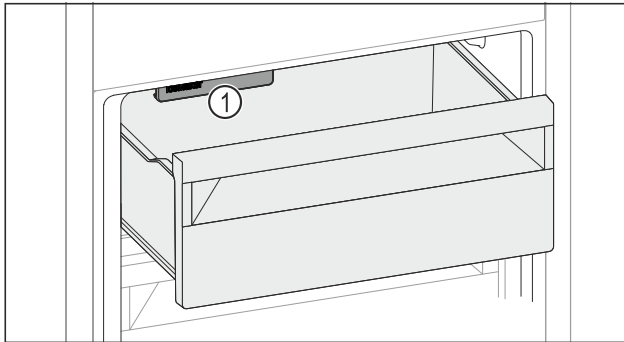

Fig. 207
- Tenere in considerazione l'IceMaker Fig. 207 (1).